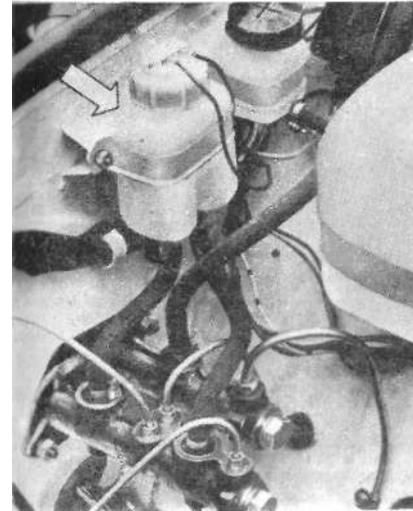

Рис. 57. Бачок гидравлической системы тормозов
Через каждые 10 000 км пробега проверяйте уровень жидкости в бачке (рисунок 57), который при установленной крышке должен быть до нижней кромки заливной горловины. Доливать следует только тормозную жидкость «Нева». Нажатием толкателя на крышке бачка проверьте исправность работы сигнализатора уровня жидкости — при включенном зажигании контрольная лампа должна гореть постоянным светом.
1. Отверните пробку бачка 1 (рис. 57) и долейте тормозной жидкости до нормального уровня.